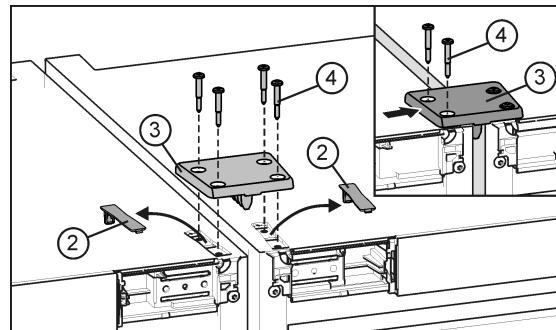

Fig. 23
- Faire désencliquer les caches Fig. 23 (2) et les enlever.
- Mettre en place la plaque de jonction Fig. 23 (3) et la fixer provisoirement au moyen de deux vis Fig. 23 (4) à un appareil.